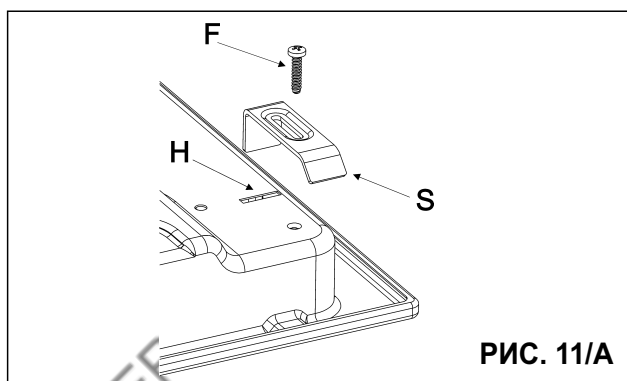

РИС. 11/A
- Для моделей **GWS3811.0ED - GKS9851.0ED - GKS820.0ED**: Установите варочную поверхность в отверстие для встраивания и закрепите ее соответствующими винтами "F" крепежных петель "G" (см. рис. 11/B).
- для моделей **GMS7651.0E - GMS9651.0E**: Закрепите рабочую поверхность скобами „S”, совместив их выпуклую часть с прорезями в нижней части „H” и прикрутив винтами „F” (см. рис. 11/A).
- использовать с входным кабелем "С", если не предусмотрено (см. рис. 11) стандартизированный разъем, соответствующий нагрузке, указанной на паспортной табличке. Подсоединить кабели в соответствии со схемой на рис. 11, убедившись в том, что учтены нижеприведенные соответствия: